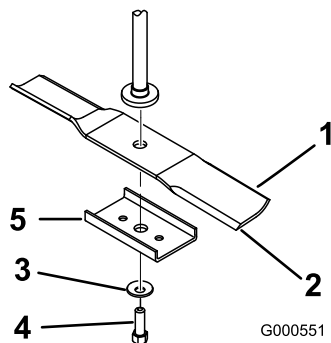

Figura 56
arandela curva, el refuerzo de la cuchilla y la cuchilla (Figura 56).
2. Instale el refuerzo de la cuchilla, la arandela curva (con la copa hacia la cuchilla) y el perno de la cuchilla (Figura 56).
1. Instale la cuchilla en el eje (Figura 56).